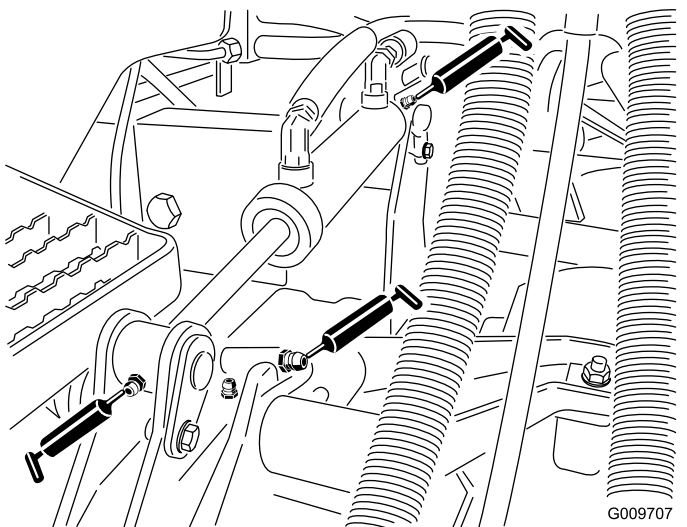

图 46
- 提升臂轴套每个滚刀组1个如图46所示
- 提升油缸轴套每个滚刀组2个如图46所示